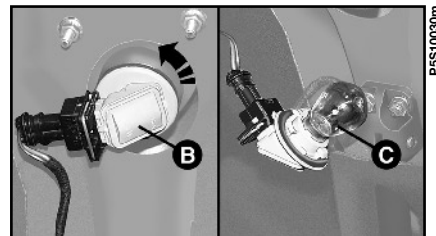

fig. 22
- 3) Tourner le porte-lampe **B**-fig. 22 d'environ 1/4 tour de droite à gauche.